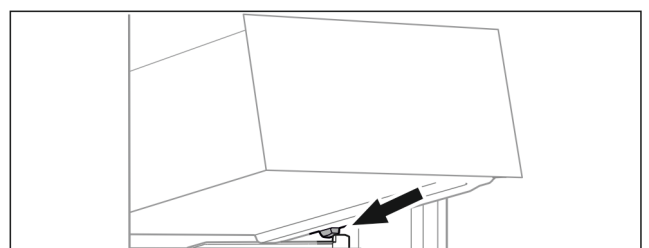

Fig. 28
- ▶ Lade schuin achter de stoppers op containerrib plaatsen. (zie Fig. 28)